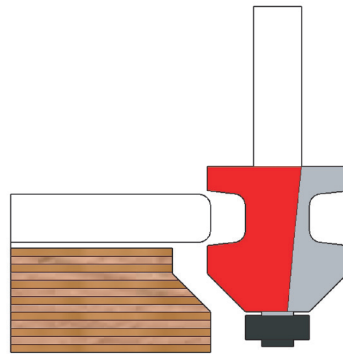

Abbildung D-4. Spezieller Fräser für Ausschnitte mit großem Eckenradius
Dies ist eine alternative Methode für Ausschnitte mit einem Eckenradius von 8 mm oder mehr, oder für runde und ovale Ausschnitte. Die hier beschriebene Methode umfasst einen speziellen Fräser (Ref. Titman XC341 oder Albin Kraus C11.1, siehe Abbildung D-4) und ein reflektierendes 3M™ -Aluminiumklebeband (Scotch® Brand Tape 425). Der minimale Radius hängt vom Durchmesser des verwendeten Fräasers ab (ca. 8 mm für Titman XC341, ca. 9 mm für Albin Kraus C11.1).
2. Wechseln Sie den Fräser und setzen Sie den speziellen Fräser Titman XC341 oder Albin Kraus C11.1 ein (siehe Abbildung D-4). Das MDF oder Multiplex ermöglicht es dem Rollenlager, der ausgeschnittenen Öffnung zu folgen.